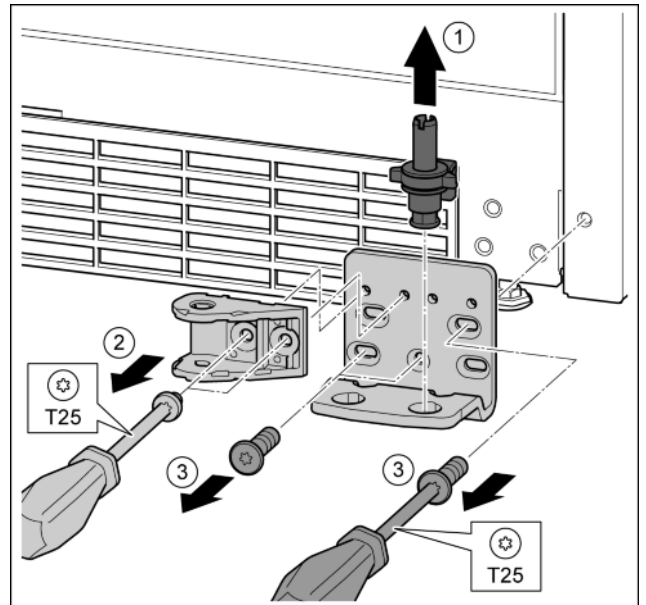

Fig. 26
- ▶ Lagerbolzen komplett nach oben herausziehen. Fig. 26 (1)
- ▶ Schrauben mit Schraubendreher T25 herausdrehen und Schließdämpferverbindung abnehmen. Fig. 26 (2)
- ▶ Schrauben mit Schraubendreher T25 herausdrehen und Lagerbock abnehmen Fig. 26 (3)